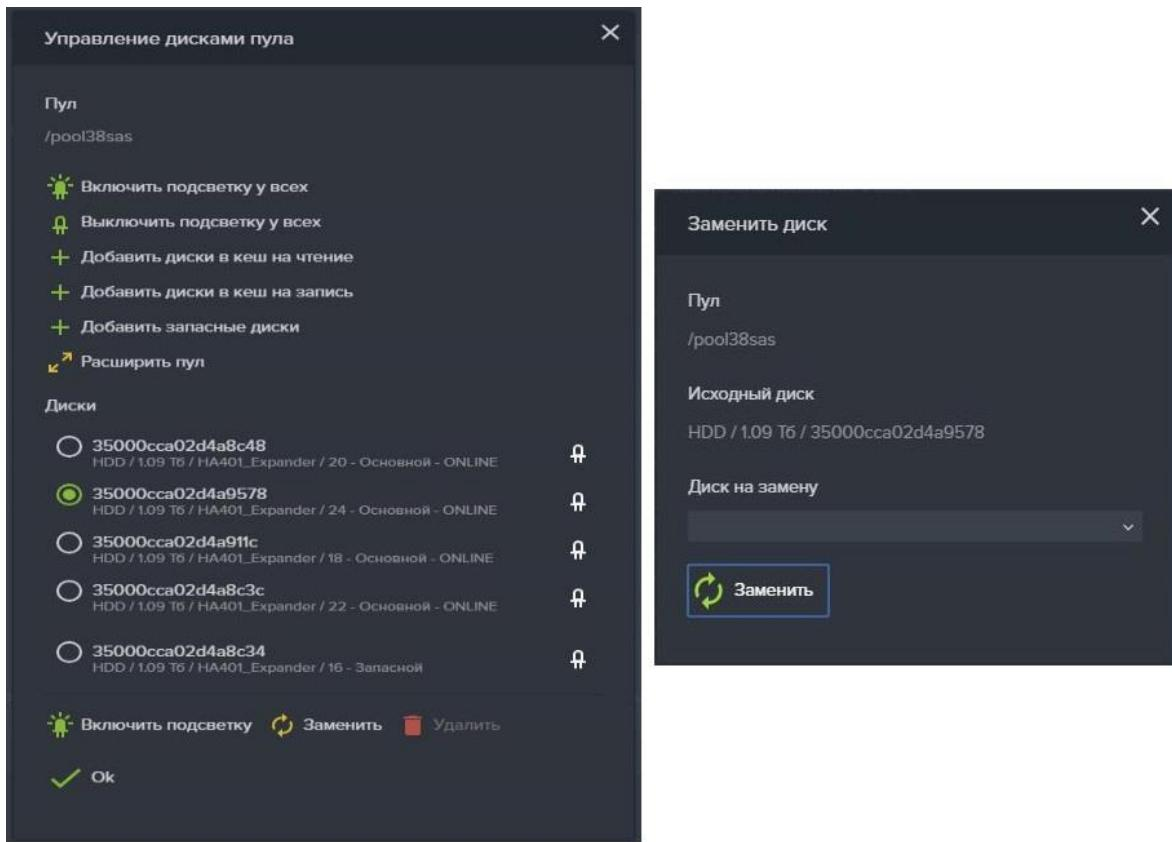

Рисунок 31. Замена диска
3. Нажмите на кнопку «**Управление дисками**», откроется окно управления дисками пула (см. Рисунок 31);